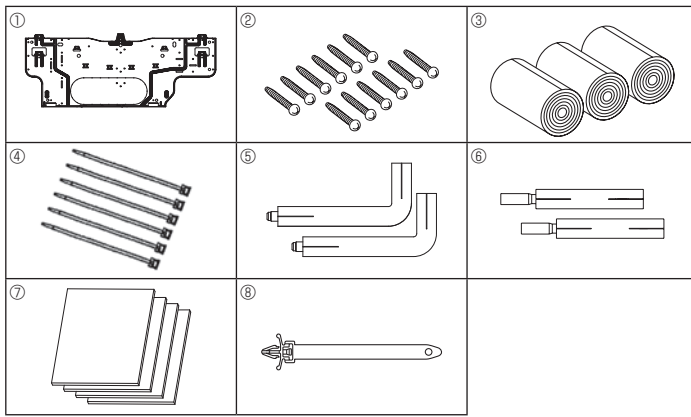

Fig. 3-1
3.1. Comprobación de los accesorios de la unidad interior (Fig. 3-1)
- Ⓐ Placa de montaje ① en la Fig. 3-1
- Ⓛ Tornillos de fijación (4 x 25) ② en la Fig. 3-1
- Ⓧ Placa de montaje ①
- Ⓧ Placa de montaje ① en la Fig. 3-1